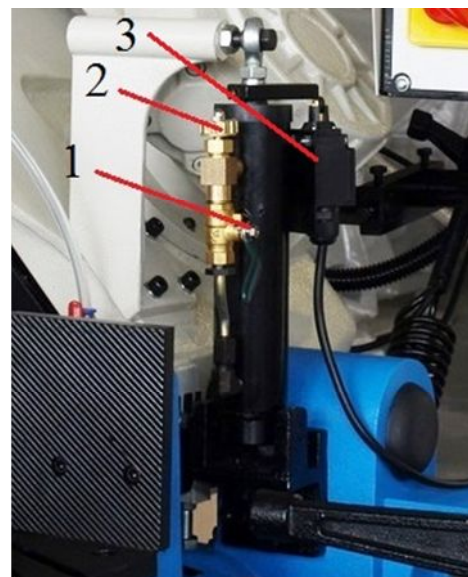

Рис. 5 Автоматическое управление опусканием пильного агрегата
При автоматическом управлении скоростью подачи (опускания) пильного агрегата осуществляется вентилем (поз. 2 рис. 5).
Для начала автоматической подачи переведите ручку крана (поз. 1 рис. 5) в вертикальное положение. При вращении вентиля против часовой стрелки скорость опускания пильного агрегата увеличивается.
Станок оборудован концевым выключателем (поз. 3 рис. 5), который отключает электродвигатель привода пильного агрегата и СОЖ при окончании разрезания заготовки.
- переведите ручку крана (поз. 1 рис. 5) в вертикальное положение;
- подымите и зафиксируйте пильный агрегат в крайнее верхнее положение, повернув ручку крана (поз. 1 рис. 5) в горизонтальное положение.
- откройте крана (поз. 1 рис. 5) гидроцилиндра (поз. 16 рис. 2) – переведите его в вертикальное положение;
- подымите пильный агрегат (поз. 2 рис. 1) в крайнее верхнее положение и зафиксируйте его в крайнем верхнем положении – поверните ручку крана (поз. 1 рис. 5) гидроцилиндра (поз. 16 рис. 2) в горизонтальное положение;
Отключение двигателей пильного агрегата и подачи СОЖ отключатся при опускании пильного агрегата в крайнее нижнее положение концевым выключателем (поз. 3 рис. 5).